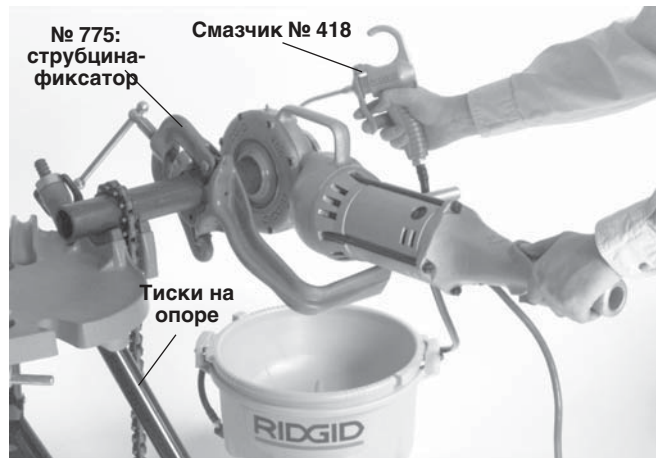

Рисунок 4 – Нарезание резьбы на трубу 2" с помощью привода, расположенного слева от тисков
3. Убедитесь, что смазчик 418 заполнен маслом RIDGID для нарезания резьбы. Расположите смазчик перед тисками (рисунок 4).